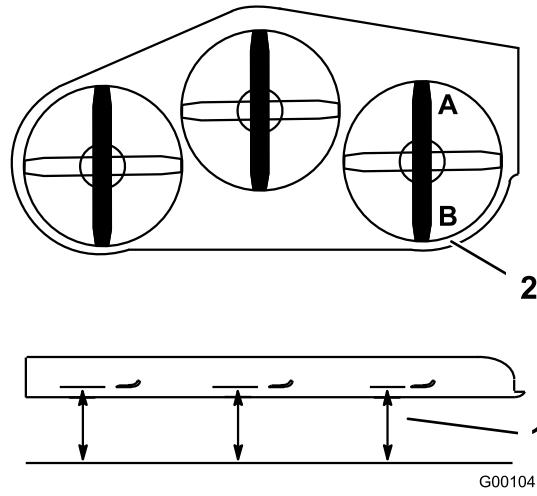

Figure 101
1. Tournez la lame droite dans le sens longitudinal (Figure 101).
2. Mesurez la distance au point A entre la surface plane et le tranchant de la pointe de la lame droite (Figure 101).
4. Mesurez la distance au point B entre la surface plane et le tranchant de la pointe de la lame droite (Figure 101).
6. La lame doit être plus basse de 6 à 10 mm (¼ à ¾ po) au point A qu'au point B (Figure 101). Si ce n'est pas le cas, passez aux opérations suivantes.